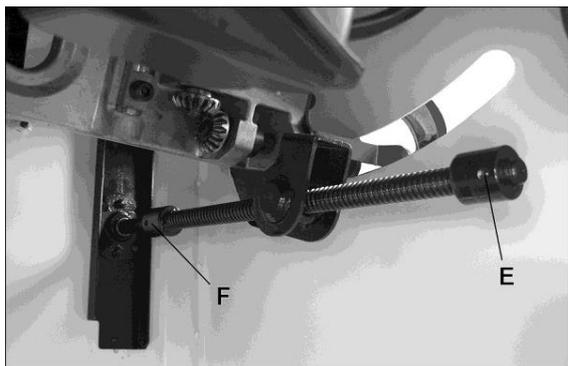
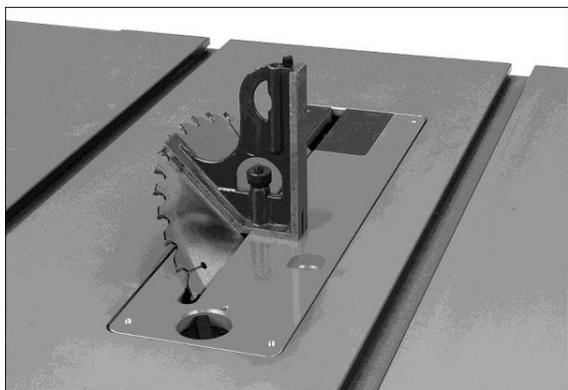

Рис. 7-3
Рис. 7-4
втулки 90° ограничителя (Е, Рис. 7-3) и расположите втулку так, чтобы кронштейн вала мог перемещаться.
9. Наклоните пильный диск на угол 45° и проверьте регулировку по аналогии с описанным выше способом. См. Рис. 7-4. Отрегулируйте буртик 45° ограничителя (F, Рис. 7-3).